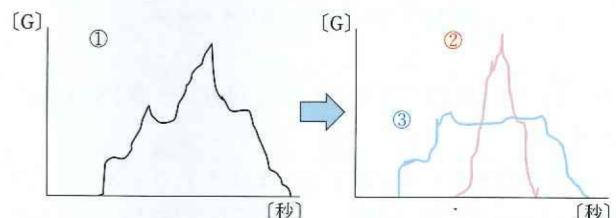

図11 重ね合わせの原理
② 重ね合わせの原理：実際の事故では図9のように複雑な波が形成される。実はこれは、複数の波形の組合せでできている。これを「重ね合わせの原理」という(図11)。たとえば、人の声も一つの波形ではなく、複数の音の波形が重なり合ってできているのである。そのため、現象として得られた事故の波形が、どのような要素で成り立っているかを分析することが必要になる。
③ ゆらぎの抽出：上記でスムーズ項目は安定した操